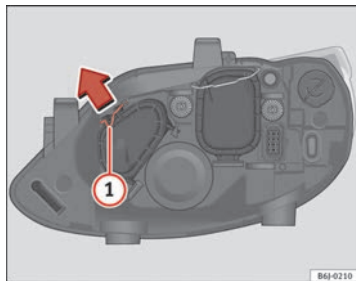

Fig. 144 Feux de route
- Déplacez le tirant ① dans le sens de la flèche puis retirez le cache ⇒ fig. 144.